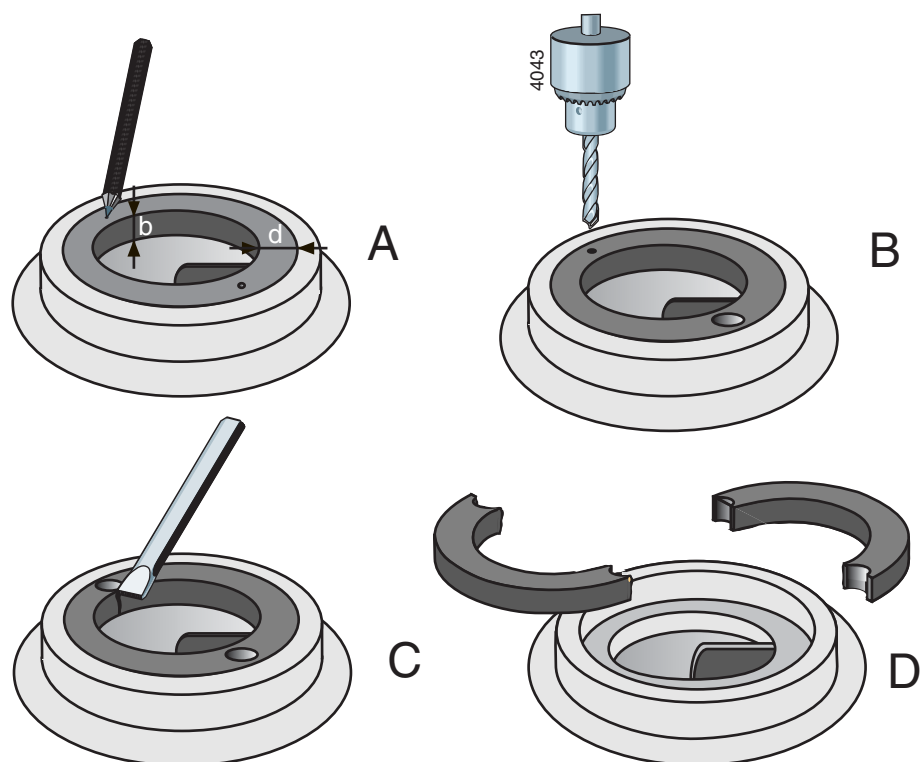

图 19: 拆卸耐磨环。
- 1 测量耐磨环的厚度 (d) 与宽度 (b)，请见图 19 A。
- 2 在位于两个相对点处的耐磨环边缘中部挖一个中间孔，请见图 19 B。
- 3 使用直径略小于耐磨环厚度 (d) 的钻头，在耐磨环上钻出两个小孔，请见图 19 C。钻孔深度不得大于耐磨环宽度 (b)。小心不要损坏泵壳的安装边缘。